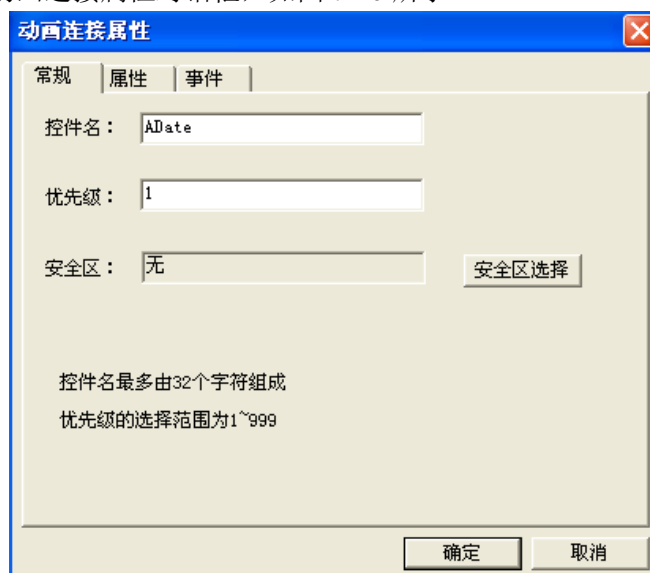

图 7-10 控件动画连接属性对话框
4、双击此控件弹出动画连接属性对话框，如图 7-10 所示。